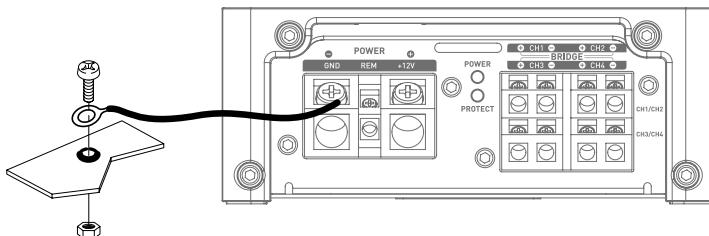

Abb. 2
- 10 - Bevor Sie die Erdung des Gestells vornehmen, entfernen Sie alle Farbspuren auf der Metalloberfläche, um eine gute Erdung sicherzustellen. Die Erdungsanschlüsse müssen so kurz wie möglich sein und IMMER an geschweißtes Metall an der Karosserie oder am Gestell des Fahrzeugs angeschlossen werden (**Abb. 2**). Der allgemein gewählte Erdungspunkt ist derjenige, der die Verbindung zwischen dem Minuspol der Batterie und dem Gestell des Fahrzeugs sicherstellt.
3.3.2 – Nehmen Sie das negative (-) Stromkabel. Dieses Kabel muss so kurz wie möglich sein und sollte idealerweise 1 Meter nicht überschreiten, um eine perfekte Verbindung zwischen dem Verstärker und dem Fahrzeuggestell sicherzustellen. Das Kabel und sein Querschnitt müssen der Tabelle in Punkt 3.1 entsprechen. Finden Sie einen geeigneten Erdungspunkt und schleifen Sie ihn ab, um Farb- oder Lackreste zu entfernen und so die Kontaktqualität zu optimieren. Durchbohren Sie das zuvor geschliffene Blech im Durchmesser, der der gewählten Schraube entspricht, und vergewissern Sie sich, dass kein Durchlauf von Tankkabeln oder einem anderen empfindlichen Element des Fahrzeugs in der Nähe ist. Schweißen Sie das Erdungskabel am mitgelieferten Kabelausgang, der zu Ihrem FPX-Verstärker führt, an und isolieren Sie es (mit einem Schrumpfschlauch) (**Abb. 2**).